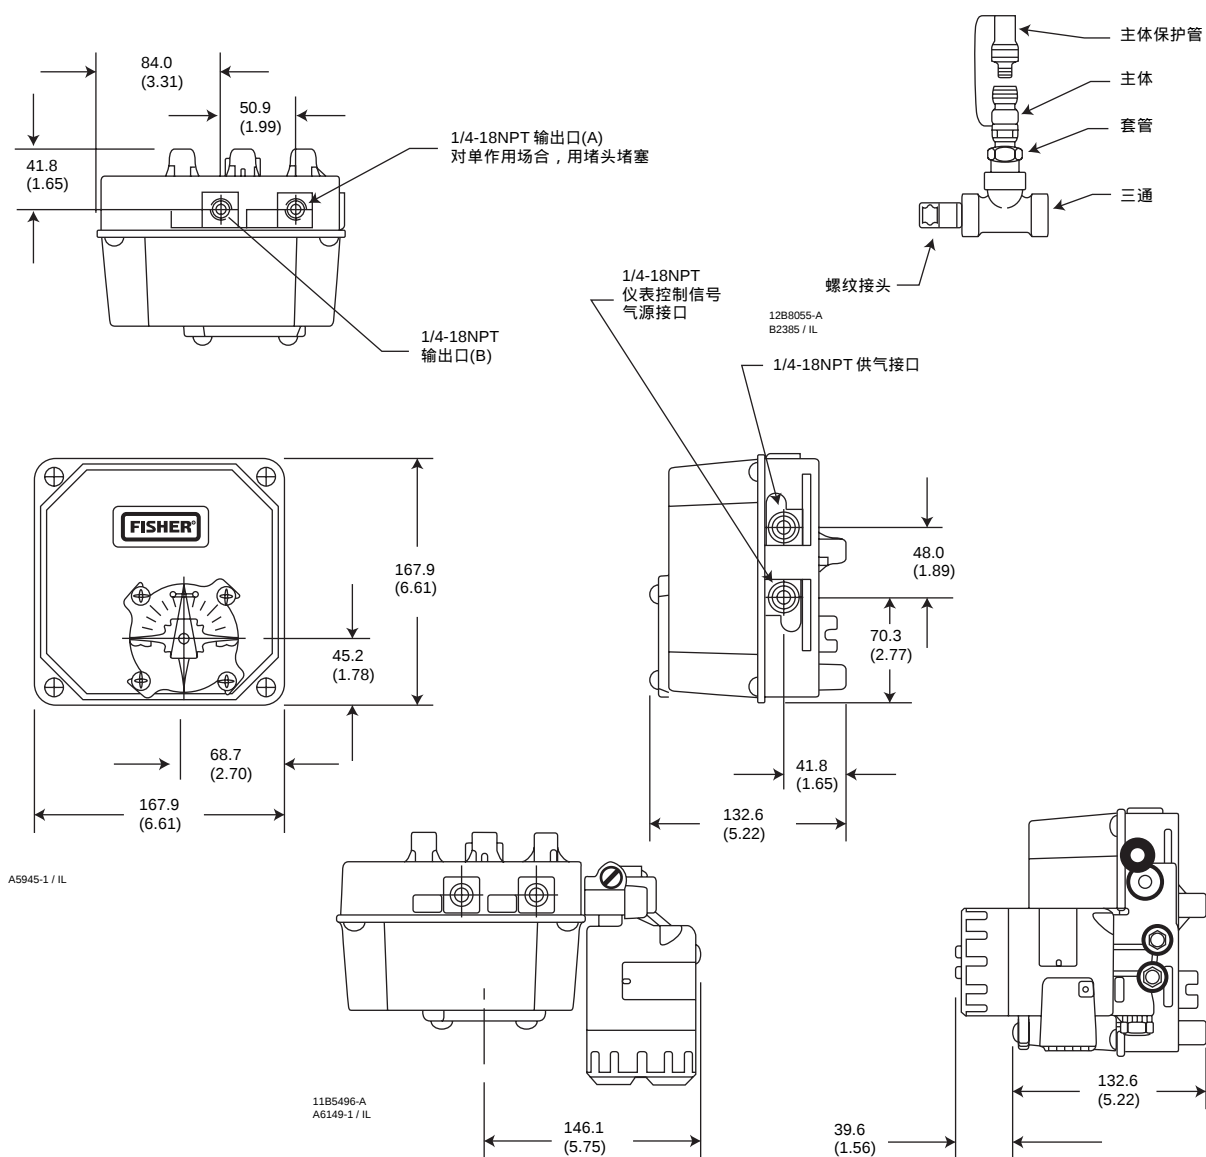

图 7. 尺寸和接头
- 支持控制阀诊断测试——如需进行阀门 / 执行机构 / 定位器组件的诊断测试，可以在 3710 型定位器和执行机构之间安装接头、管道和其它硬件。图 7 所示为一个典型的接头安装情况。
定位器联接包括用于诊断测试的联结以及总体尺寸如图 7 所示。